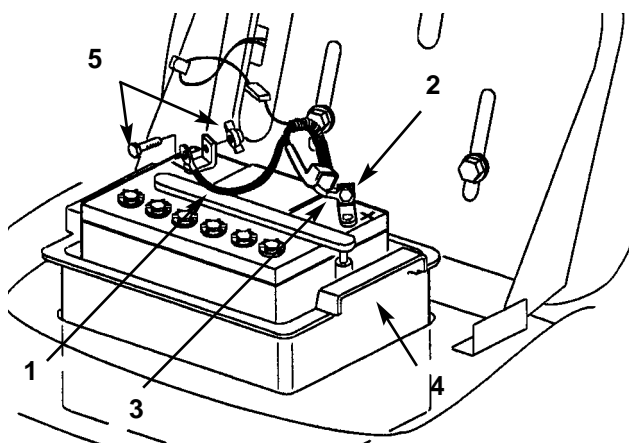

Figure 20
3. Débrancher le câble négatif (noir) de masse de la borne de la batterie (Fig. 20).
4. Repousser la gaine en caoutchouc le long du câble positif (rouge) et débrancher le câble de la borne de la batterie (Fig. 20).
3. A l'aide du boulon et de l'écrou papillon, connecter le câble positif (rouge) à la borne positive (+) de la batterie (Fig. 20). Glisser la gaine en caoutchouc sur la borne.
4. A l'aide du boulon et de l'écrou papillon, connecter le câble négatif (noir) à la borne négative (-) de la batterie (Fig. 20).